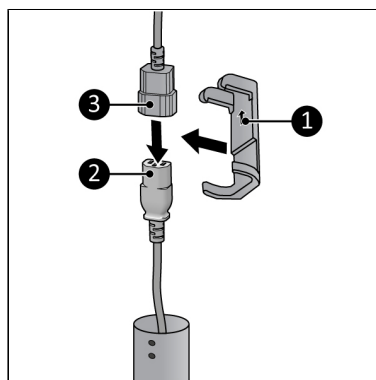

Figur 57.
2. Skruva fast det nedre röret (Figur 57, pos. 1) i basen (Figur 57, pos. 2).